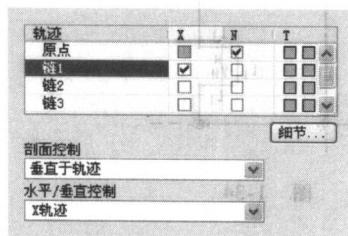
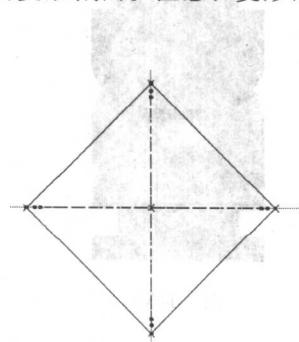

图 1-28
图 1-29
(2) 选择【插入】→【可变剖面扫描】命令，选择中间的直线作为原点轨迹线，依次单击周围的四条曲线作为额外轨迹线，在【参照】面板中设置“轨迹”列表框中的“链 1”的值为 X，如图 1-28 所示。单击“草绘截面”图标 ，绘制如图 1-29 所示的菱形截面。注意：菱形的顶点要落在扫描轨迹线上。